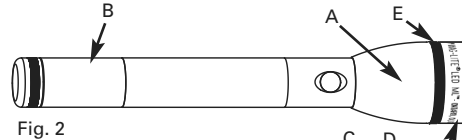
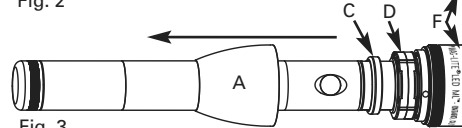

Fig. 2
Fig. 3
Het proces voor opnieuw uitlijnen bestaat samengevat uit het losmaken van de "rok" (het achtergedeelte van de kop van de zaklamp, (A) in fig. 2 en 4), het naar beneden duwen van de rok over het handvat (B) zodat u toegang krijgt tot de uitlijning ((C) in fig. 3 en 4), de lichtbundel focussen tot het kleinste mogelijke punt aan de hand van de focusring ((D) in fig. 3 en 4), en de uitlijning (C) draaien tot het best gecentreerde punt is bereikt. Hierna volgt een gedetailleerde beschrijving van alle stappen:
3. Zodra u de rok (A) over het handvat (B) hebt geschoven zoals weergegeven in fig. 3 en 4, schakelt u de zaklamp aan. Net achter de kartelring (E) zit een grote plastic ring, de focusing (D). De lichtbundel wordt zo goed mogelijk gefocust door deze focusing (D) in beide richtingen te draaien. Zodra dit is uitgevoerd, zoekt u de kleinere plastic ring, de uitlijning (C) waarmee de lichtbundel wordt uitgelijnd. Houd het handvat (B) in uw linkerhand (zie fig. 4), en houd de uitlijning (C) tussen de duim en wijsvinger van uw rechterhand. Kantel vervolgens de uitlijning (C) in verschillende richtingen en bekijk het effect op het lichtpunt. Het lichtpunt wordt ofwel verwrongen ofwel rond. De lichtbundel is optimaal uitgelijnd als u het lichtpunt zo rond mogelijk hebt ingesteld. Laat de uitlijning (C) in deze positie staan.